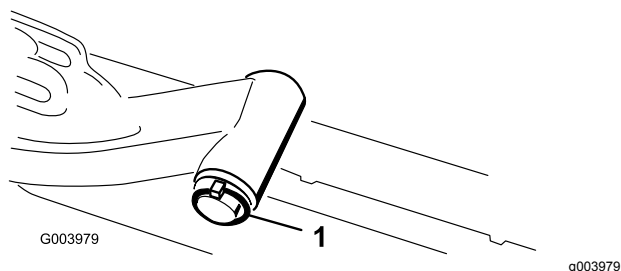

図 12
- A. 昇降アームピボットのシャフトを昇降アームに固定しているリンチピンとワッシャを外し、昇降アームからピボットのシャフトを抜き出す 図 12。
- C. 昇降アームのシャフトを昇降アームに通して、ワッシャとリンチピンで固定する 図 12。